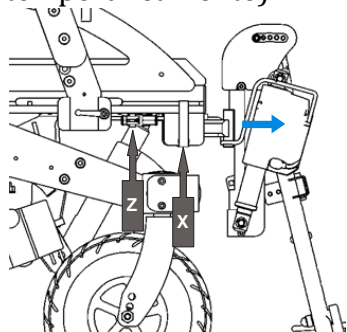

Figura 32
Facendo riferimento alla Figura 32 bisogna allentare il perno (Z) e muovere la pedana all'altezza desiderata. Serrare di nuovo il perno (Z).